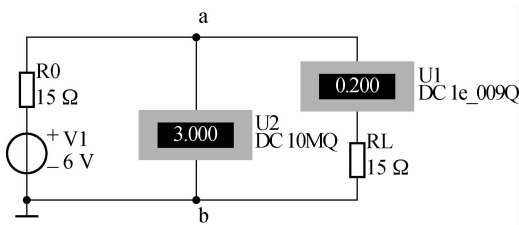

图 2-56 验证等效电路
- (1)建立如图 2-56 所示的负载电阻 R_L ,连接在网络两端的实验电路。